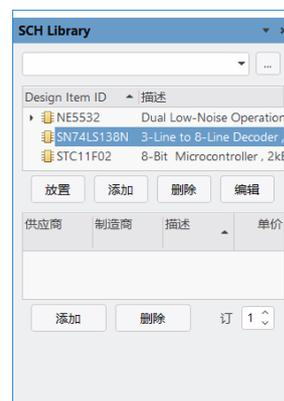

图 5-33 完成库元件复制
(7) 选择原理图库 R Radar.SchLib, 单击 按钮, 关闭对话框。
(8) 打开原理图库 R Radar.SchLib。通过【SCH Library】面板可以看到, 库元件 SN74LS138N 已复制到该原理图库中, 如图 5-33 所示。